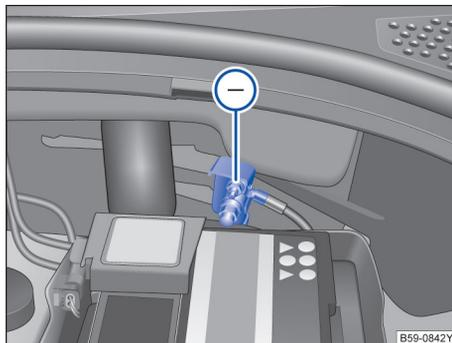

图 192 用于充电器负极连接的接地点
- 将黑色电缆的另一端  连接到无电蓄电池汽车发动机缸体上的螺栓连接金属部件上或发动机舱内的连接点上→图 192，连接点必须尽可能远离无电蓄电池 。
在利用外接电源对车辆蓄电池充电时，请勿将充电器的负极接在蓄电池的负极上，必须连接到发动机壳体上或发动机机舱内的接地点处→图 192。